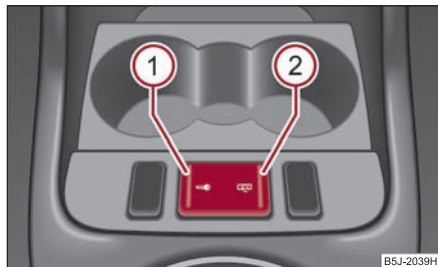

Fig. 37 Touche du verrouillage centralisé
- Appuyez sur la touche (1) ⇒ fig. 37. Le symbole s'allume dans la touche.
- Appuyez sur la touche (2) ⇒ fig. 37. Le symbole s'éteint dans la touche.